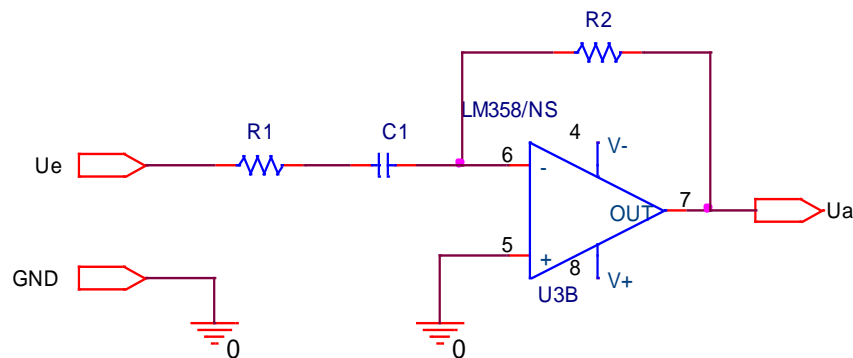

Abbildung 5: Hochpass 1.Ordnung mit LM358.
7. Wie sieht die Kurvenform der Ausgangsspannung bei rechteckförmigen Eingangssignal aus (bei $U_{inpp} = 100$ mV und 1V) ? (Bild 5)
- b) eine Gleich- und eine Wechselspannung (Bild 5)